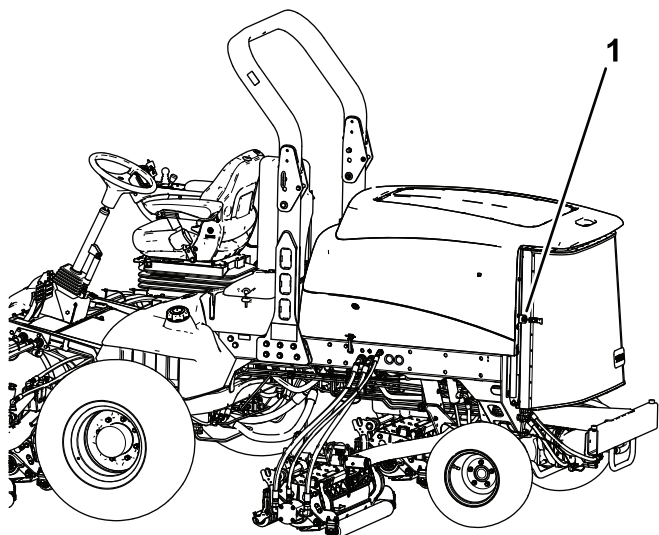

図 102
2. 後部スクリーンのラッチを外してスクリーンを開く【図 102】。